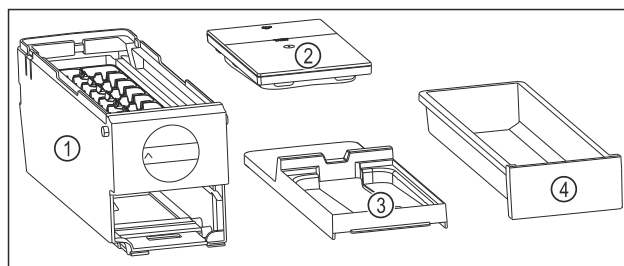

Fig. 167 Composants de l'EasyTwist-Ice
- L'EasyTwist-Ice est démonté en quatre parties. (voir Fig. 167)
- Ne démonter l'EasyTwist-Ice que de la manière illustrée. (voir Fig. 167)
- Nettoyer le corps de l'EasyTwist-Ice Fig. 167 (1) dans son ensemble.